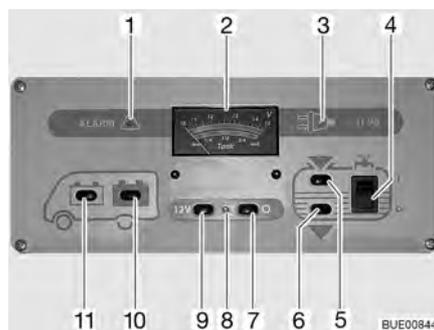

Fig. 133 Panneau de contrôle IT 96-2
L'interrupteur principal 12 V (Fig. 133,7 et 9) établit ou coupe le panneau de contrôle et l'alimentation 12 V de la cellule.
Mise en marche : ■ Appuyer sur le commutateur (Fig. 133,9) "12 V" : L'alimentation 12 V de la cellule est assurée. Le voyant de contrôle (Fig. 133,8) s'allume en vert.
Mise hors service : ■ Appuyer sur le commutateur (Fig. 133,7) "O" : L'alimentation 12 V de la cellule est coupée. Le voyant de contrôle (Fig. 133,8) s'éteint.
Observer sur l'indicateur de charge/de niveau de réservoir (Fig. 133,2), la graduation supérieure. L'indicateur s'éclaire automatiquement dès qu'un commutateur est actionné.
- Appuyer sur le commutateur (Fig. 133,11) "☰" : La tension de la batterie de démarrage est affichée.
- Appuyer sur le commutateur (Fig. 133,10) "☷" : La tension de la batterie de cellule est affichée.
Observer sur l'indicateur de charge/de niveau de réservoir (Fig. 133,2) la graduation inférieure. L'indicateur s'éclaire automatiquement dès qu'un commutateur est actionné.
- Appuyer sur le commutateur (Fig. 133,5) "": Le niveau du réservoir d'eau est affiché.
- Appuyer sur le commutateur (Fig. 133,6) "": Le niveau du réservoir d'eaux usées est affiché.
- Commutateur à bascule (Fig. 133,4) vers le haut "I" : L'alimentation en eau est activée.
- Commutateur à bascule (Fig. 133,4) vers le bas "O" : L'alimentation en eau est désactivée.
Le voyant d'alerte rouge "ALARM" (alarme) (Fig. 133,1) clignote dès que la charge de la batterie de cellule descend en dessous de 11 V (mesurée en marche) et qu'il y a risque de décharge profonde des batteries.
Le voyant de contrôle 12 V (Fig. 133,8) s'allume dès que l'interrupteur principal 12 V (Fig. 133,9) est enclenché.
Le voyant de contrôle jaune 230 V (Fig. 133,3) s'allume si l'arrivée du bloc électrique est sous tension de réseau.